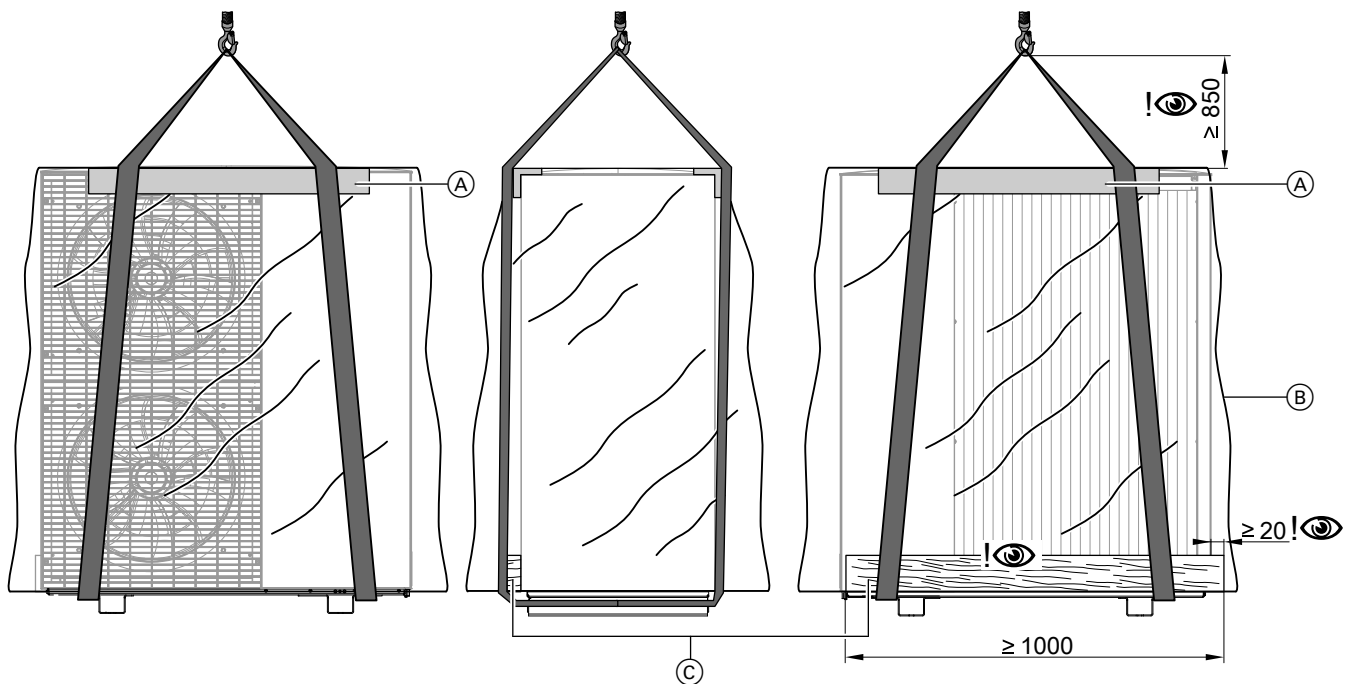

Abb. 9 Transport mit Kran am Beispiel der Außeneinheit mit 2 Ventilatoren
3. Kantenschutzwinkel bauseits an der vorderen und hinteren Oberkante der Außeneinheit anlegen. Gurtbänder fachgerecht um die Außeneinheit legen: Siehe Abb. 9.